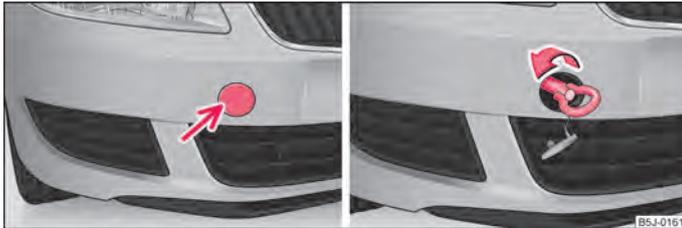

Fig. 144 Paraurti anteriore: Copertura / montaggio dell'occhione di traino
- Premere sulla metà sinistra della copertura in corrispondenza della freccia ⇒ fig. 144 - lato sinistro.
- Avvitare manualmente l'occhione di traino verso sinistra fino a battuta ⇒ fig. 144 - a destra. Per il serraggio si consiglia di utilizzare ad es. la chiave, l'occhione di un altro veicolo oppure un oggetto simile da poter inserire nell'occhione.